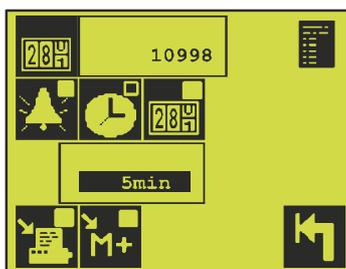

Fig. 9. Menu di impostazione dell'acquisizione dei dati.
Per impostare il contacicli, premere  (vedere Fig. 9 on page 28) ed inserire il valore del contacicli. Il contacicli di CMV-2 può quindi essere sincronizzato con l'eventuale contacicli della confezionatrice.
1. Selezionando  (vedere Fig. 9 on page 28), i dati vengono memorizzati/stampati soltanto se vengono superati uno o più limiti di allarme.
2. Selezionando  o  (vedere Fig. 9 on page 28), i dati di misurazione vengono memorizzati all'intervallo indicato nella casella immediatamente al di sotto di queste icone. Al termine dell'intervallo, il valore medio delle misurazioni di O₂ e CO₂ viene calcolato e memorizzato/stampato come singola misurazione.
Per attivare/disattivare l'invio dei dati alla stampante, premere il tasto  (vedere Fig. 9 on page 28).
Per attivare/disattivare la memorizzazione dei dati, premere il tasto  (vedere Fig. 9 on page 28).